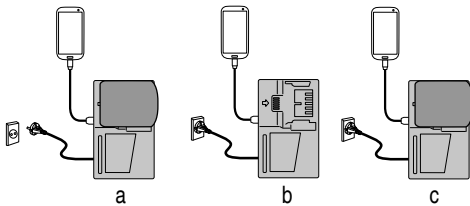

Fig. 9
- Carga de un dispositivo USB mediante batería (Fig. 9-a)
- Cargar un dispositivo USB desde una toma de corriente eléctrica (Fig. 9-b)
- Cargar un dispositivo USB y su batería desde una toma de corriente eléctrica (Fig. 9-c)